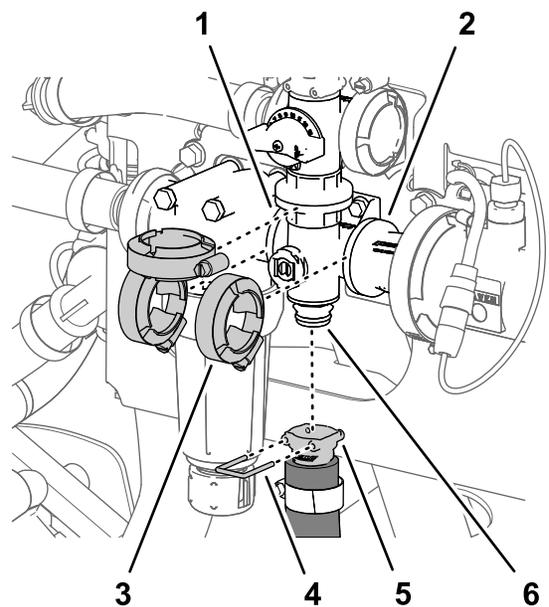
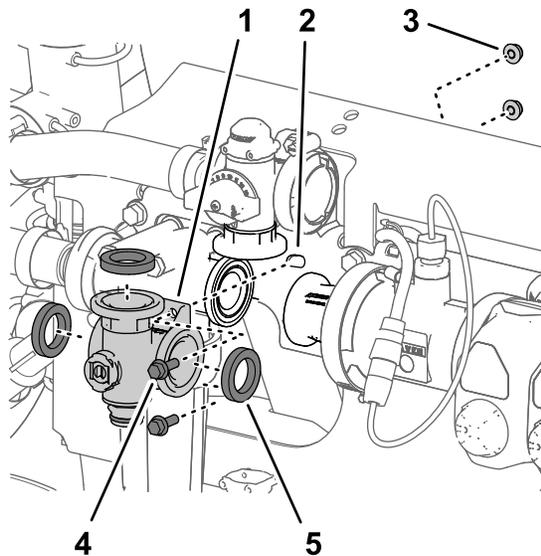

Figura 121
Figura 120
1. Alinhe a flange do coletor da válvula de agitação e 3 juntas com as flanges da válvula de distribuição da agitação, a cabeça do filtro de pressão e o adaptador do acoplamento (Figura 120 e Figura 121).
2. Prenda sem apertar o coletor da válvula de agitação à válvula de distribuição da agitação, à cabeça do filtro de pressão e ao adaptador do acoplamento (Figura 121) com as 3 braçadeiras da flange que retirou em Remoção da válvula do coletor de agitação (página 83).
5. Aperte as 3 braçadeiras da flange à mão (Figura 121).
6. Monte o acoplador de ligação rápida do tubo de agitação na união de ligação rápida do coletor da válvula de agitação com o pino de ligação rápida (Figura 121).